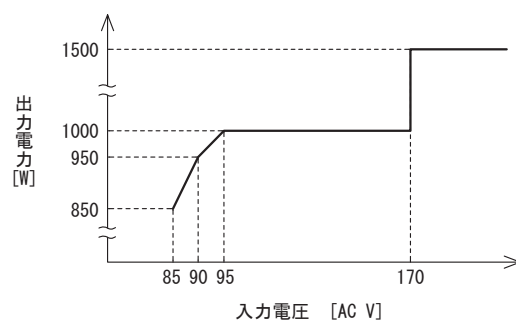

図2.1 入力電圧ディレーティング特性
■図2.1に入力電圧区分毎の定格出力電力を示します。最大出力電力がこの範囲を守るようにご使用願います。